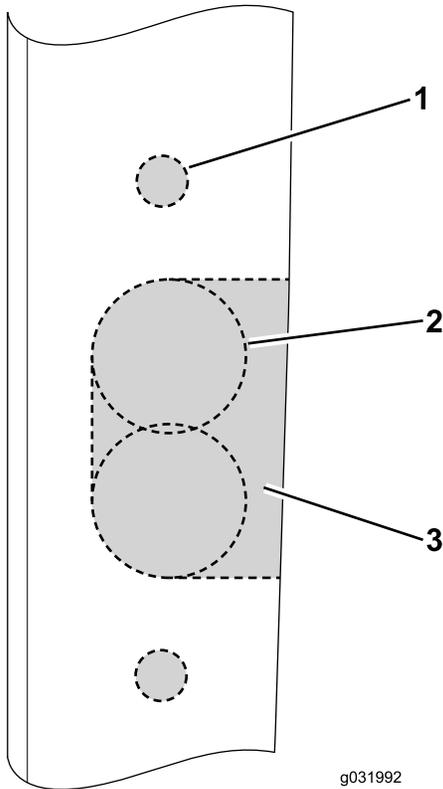

Figura 51
- Perfore orificios de 9/32" para los pernos con arandela prensada (Figura 51).
- Utilice una broca de corona de 1" para realizar los radios (Figura 51).